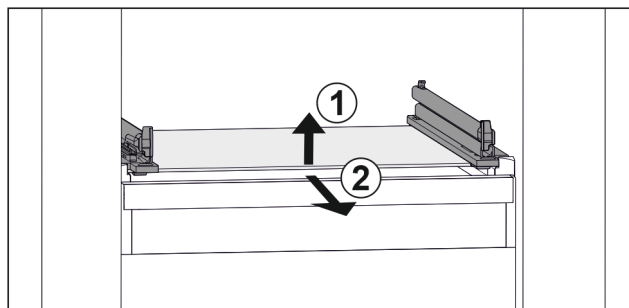

Fig. 166 Příklad znázornění skleněné desky
- ▶ Nadzvedněte skleněnou desku vpředu. Fig. 166 (1)
- ▶ Vyjměte skleněnou desku dopředu. Fig. 166 (2)